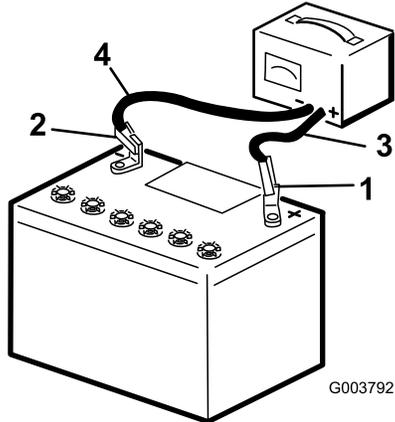

Figura 59
2. Conecte el cable positivo del cargador de la batería al borne positivo de la batería (Figura 59).
3. Conecte el cable negativo del cargador de la batería al borne negativo de la batería (Figura 59).
5. Cuando la batería esté completamente cargada, desconecte el cargador de la fuente eléctrica, luego desconecte los cables del cargador de los bornes de la batería (Figura 59).